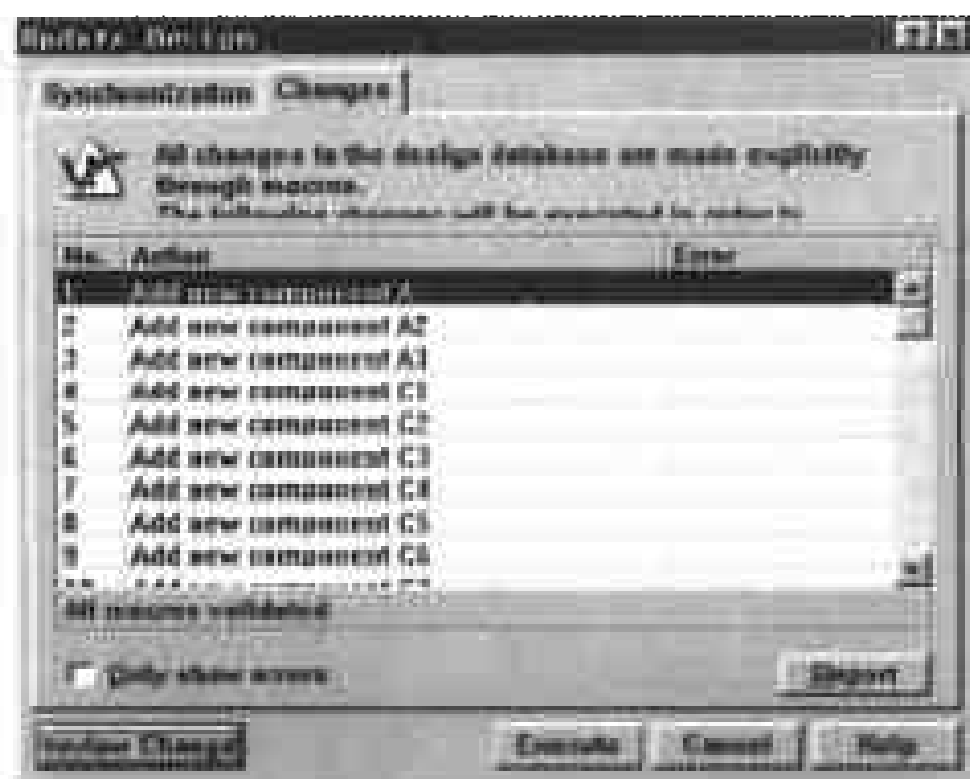

图 8-25 察看网络宏指令
(2) 在该对话框中提供了若干选项,一般情况下,均取默认值即可,单击对话框底部的 Preview Change 命令按钮,在对话框中显示 Change 标签中的内容,如图 8-25 所示。
(3) 在对话框的 Changes 标签显示出的列表框中,列出了此次数据更新后的网络宏指令的变动情况。察看列表框中是否提示了错误信息,如果有错误,即返回原理图中进行修改,直到列表框中不出现错误信息为止。
(4) 如果用户在图 8-25 所示的对话框中单击右下角的 Report 命令按钮, Protel 99 立即自动生成同步文件, 文件名后缀为 .syn, 并且在工作窗口中打开。
(5) 在图 8-25 所示对话框的列表框中不提示错误信息以后, 单击对话框底部的 Execute 命令按钮, 即可将网络表和元件装入 PCB 板中。